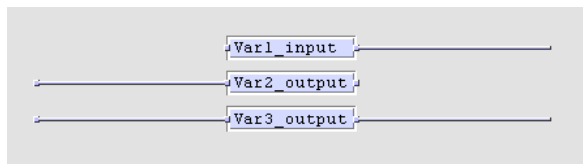

Abbildung 105: Richtung von globalen Variablen
- Die Richtung der Variable wird anhand ihrer graphischen Repräsentierung bestimmt, wie in Abbildung 105 gezeigt.